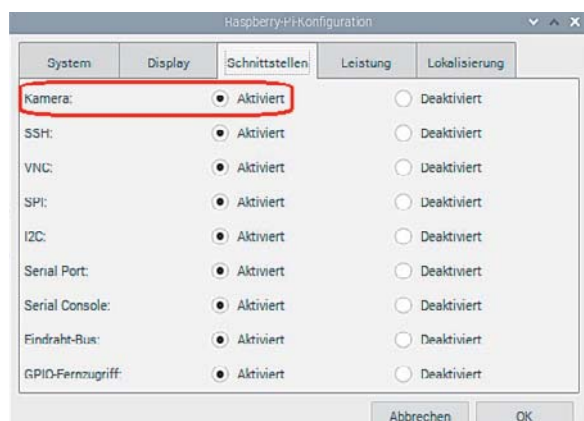

Bild 4: Aktivieren der Kamera
1. Aktivieren von „Kamera“ in der Raspberry Pi-Konfiguration (Bild 4).